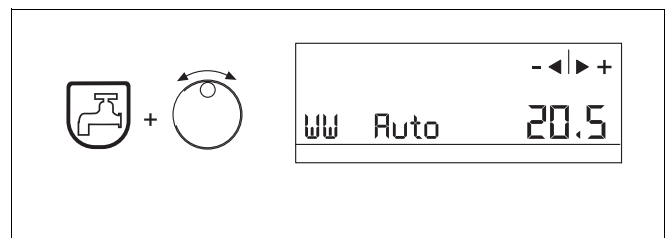

Abb. 16 Warmwassertemperatur einstellen
- ▶ Taste „Hahn“ (Abb. 16) drücken und gedrückt halten.